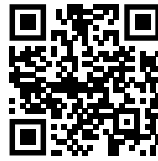

Fig. 119
- ▶ Öffnen sie das [Liebherr SmartMonitoring Dashboard](https://smartmonitoring.liebherr.com). (siehe Fig. 119)